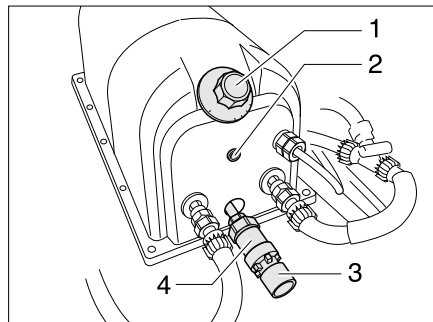

Bild 126 Boiler Reich
Der Boiler wird mit 230 V betrieben. Der Boiler erhitzt ca. 5 l Wasser. Die Wassertemperatur lässt sich am Temperaturregler (Bild 126,1) des Boilers einstellen. Das Wasser kann maximal auf 80 °C erhitzt werden.
- Am Temperaturregler (Bild 126,1) die gewünschte Temperatur einstellen. Die Kontroll-Leuchte (Bild 126,2) leuchtet während der Aufheizphase.
- Den Temperaturregler (Bild 126,1) entgegen dem Uhrzeigersinn bis zur Markierung "I" drehen.
- Am Temperaturregler (Bild 126,1) die gewünschte Temperatur einstellen.
- Den Wasserablauf am Überdruckventil (Bild 126,4) öffnen. Dazu den roten Drehknopf (Bild 126,3) entgegen dem Uhrzeigersinn drehen.